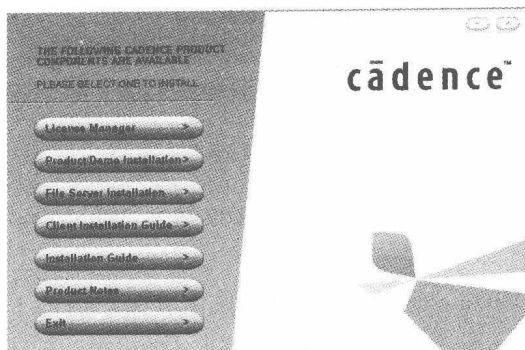

图 1.1
- ① 开机并启动操作系统。
- ② 打开 PSpice A/D 安装程序所在文件夹。
- ③ 单击 Setup 应用程序,会出现如图 1.1 所示的安装界面。